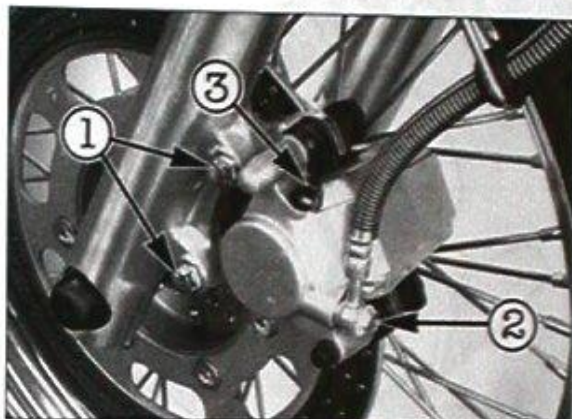

Bild 55
- Befestigungsschrauben ① Bild 55 aus-drehen und Bremssattel von Scheibe abnehmen.
- Den Bremssattel an Gabelbein befestigen (Schrauben ① Bild 55; 34 Nm).